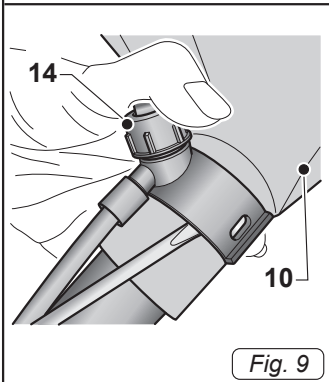

Fig. 9
- Posizionare l'ugello (14 Fig. 9) sulla bocchetta (10 Fig. 9) agganciandolo nelle apposite protuberanze presenti nella bocchetta (10 Fig. 9).